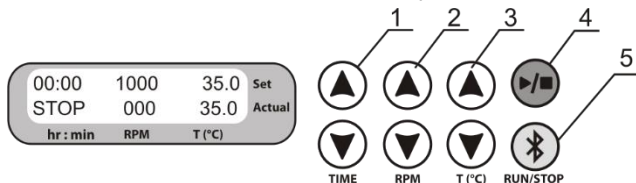

Рис. 3. Панель управления
- 5.2.1. Одновременно нажмите кнопки ▶/■ RUN/STOP и Ⓜ RUN/STOP (рис. 3/4 и 3/5) чтобы посмотреть версию ПО прибора (PV-XX), последние 4 цифры MAC адреса address (MAC-XXXX) в верхней строке. Когда прибор подсоединён к ПК, дисплей отображает символ Bluetooth® Ⓜ в правом верхнем углу и 14-цифровой серийный номер в нижней строке.
- 5.5.1. **Установка времени (TIME).** С помощью соответствующих кнопок ▼ и ▲ TIME (рис. 3/1), установите необходимый интервал времени в часах и минутах (шаг 1 мин.).
- 5.5.2. **Установка скорости (RPM).** С помощью соответствующих кнопок ▼ и ▲ RPM (рис. 3/2), установите необходимую скорость (шаг 10 об/мин).
- 5.5.3. **Установка температуры (T, °C).** С помощью соответствующих кнопок ▼ и ▲ T (°C) (рис. 3/3), установите необходимую температуру (шаг 0,1°C).
5.6.2. Нажмите кнопку ►/■ **RUN/STOP** (рис. 3/4). При этом начинается движение платформы и таймер начнет отсчет установленного интервала времени (с точностью до 1 мин.).
5.8. При необходимости, можно перезапустить таймер во время его работы. Для этого дважды нажмите кнопку ⚡ **RUN/STOP** (рис. 3/5), первый раз для остановки таймера, второй — для повторного запуска.